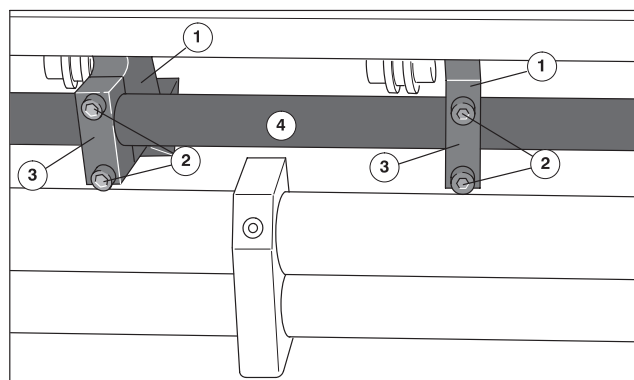

Рис. 10 Монтаж кулачков переключения
- ① Ослабить винты с внутренним шестигранником (Рис. 10/②) на кулачке переключения.
- ② Снять заднюю половину (Рис. 10/③).
- ③ Кулачок переключения (Рис. 10/①) насадить на переключающий вал (Рис. 10/④).
- ④ Половину (Рис. 10/③) приложить к переключающему валу и привинтить к кулачку переключения винтом с внутренним шестигранником (Рис. 10/②). Винты затянуть только после правильного позиционирования кулачка переключения.